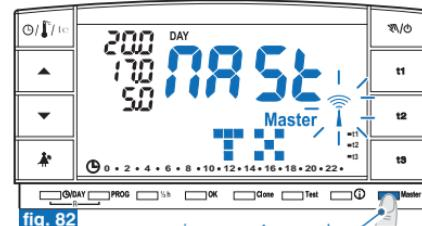

fig. 82
- pulsar el **botón Máster por 4 segundos**, en el pantalla aparezca el mensaje “MAST” (ejemplo fig. 82).